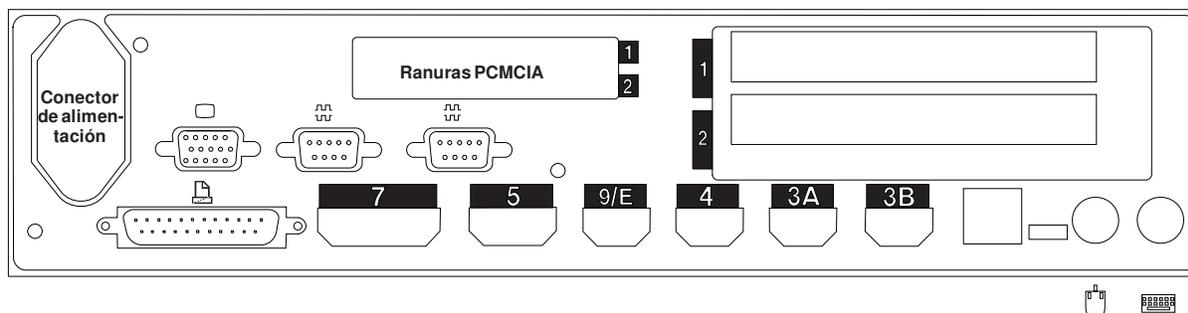

Figura 93. Parte posterior del Controlador/Terminal IBM 4694-1x4/205
- En la Figura 93 marque con una X los zócalos a los que se conectan los dispositivos POS.